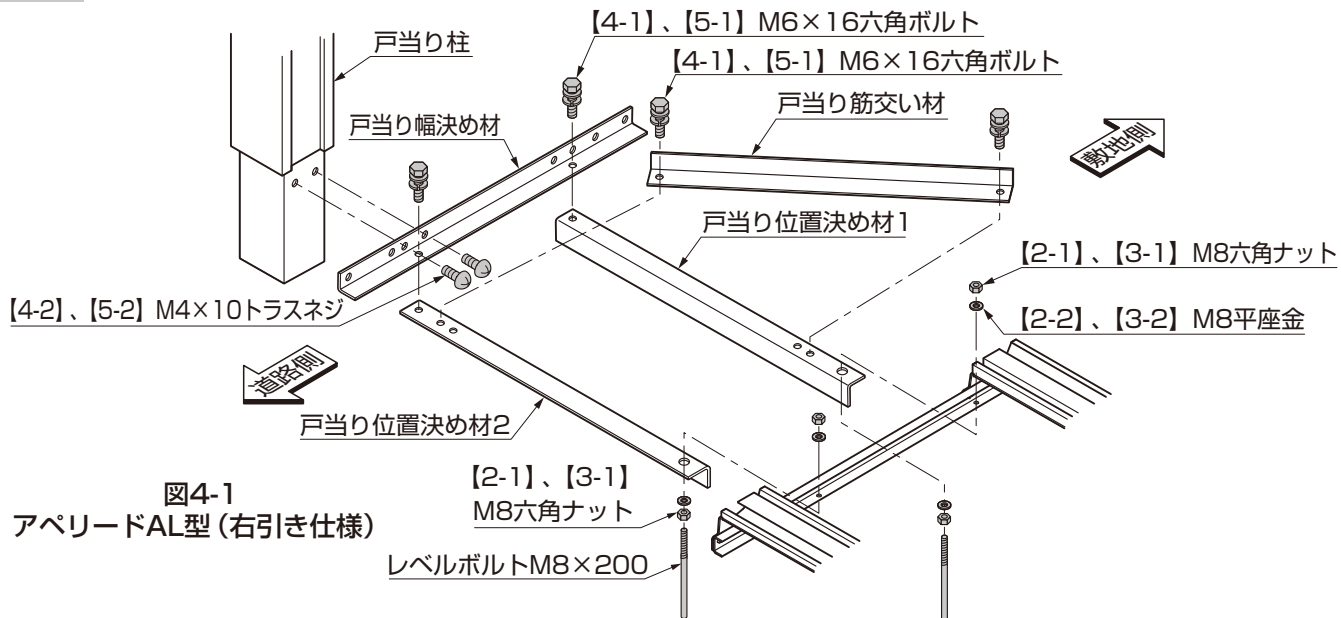

図4-1
- ①片引き仕様のレール戸当り端部にレベルボルト、[2-1]([3-1])、[2-2]([3-2])で戸当り位置決め材1、戸当り位置決め材2を取付けてください。(図4-1参照)
- ②戸当り筋交い材を図4-2、図4-3を参照して戸当り位置決め材に[4-1]([5-1])で取付けてください。(図4-1参照)
- ③図4-4を参照して、戸当り幅決め材を戸当り位置決め材に[4-1]([5-1])で取付けてください。(図4-1参照)
- ④戸当り柱を図4-4を参照して、戸当り幅決め材に[4-2]([5-2])で取付けてください。(図4-1参照)